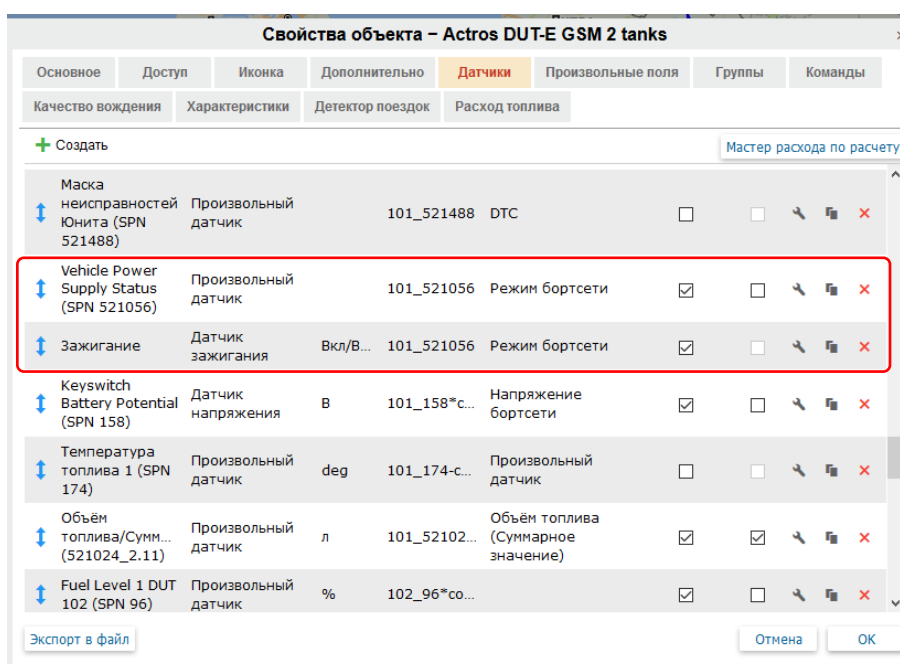

Рисунок 4 — Окно настроек ORF 4 Свойства объекта
4) В Телематическом сервисе ORF 4 или Wialon с помощью окна настроек **Свойства объекта** создайте требуемые датчики. В качестве примера — Режим бортсети, Датчик зажигания (см. рисунок 4).